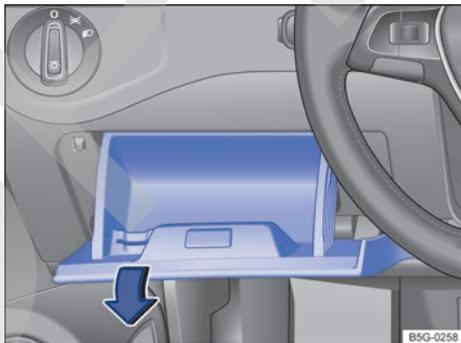

Fig. 182 En el lado izquierdo, junto al volante: tapa de la caja de fusibles del tablero de instrumentos. ▶
- Abra el portaobjetos del lado del conductor y tire con fuerza del lado izquierdo en el sentido de la flecha → fig. 182. Es probable que tenga que emplear bastante fuerza.